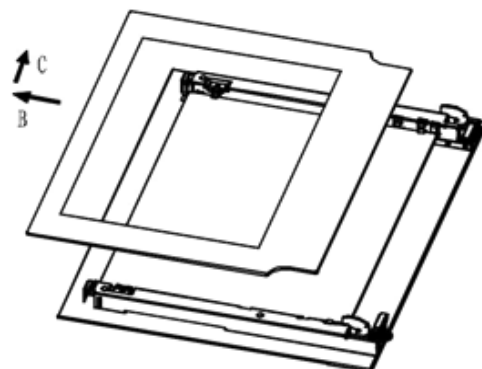

Рис. 8
2. Медленно вытащите внутреннее стекло (Рис. 8)